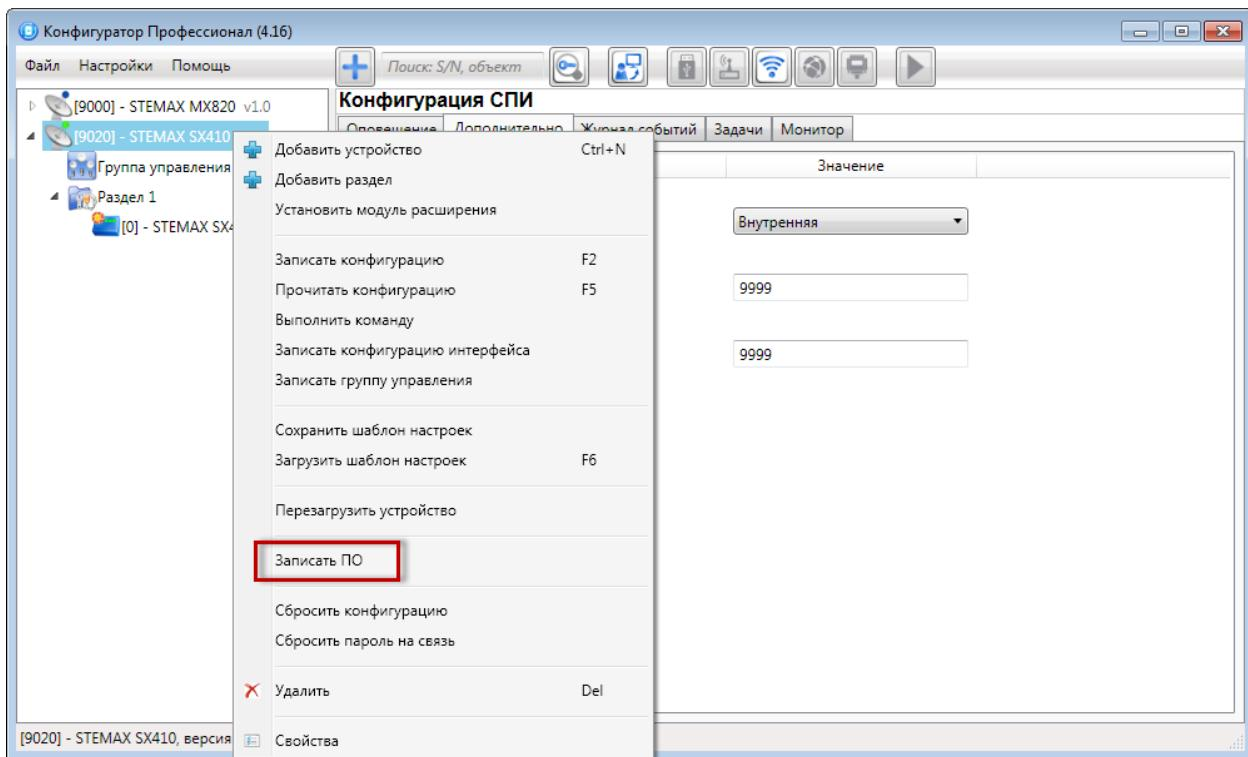

Рис. 12.1. Контекстное меню устройства, выбор функции Записать ПО
- Щелкните правой кнопкой мыши по строке контроллера в дереве устройств и в появившемся меню выберите *Записать ПО* (Рис. 12.1).